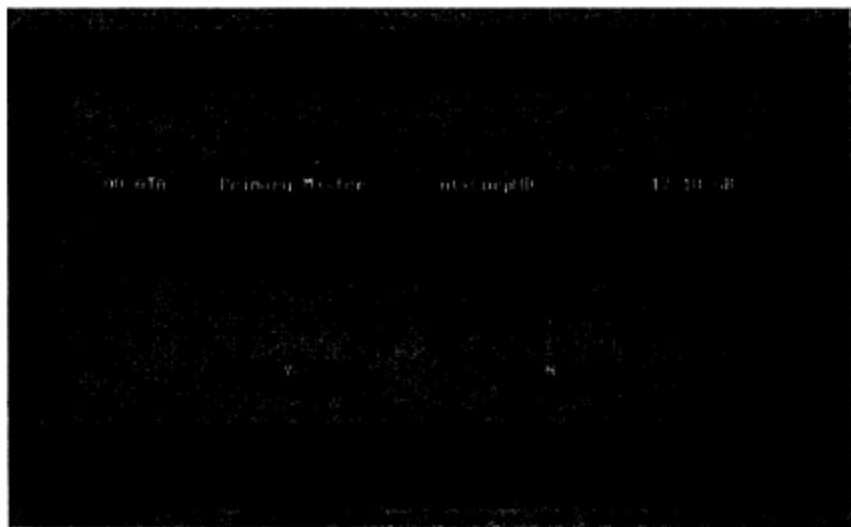

图9-29 DFT程序检测到的硬盘
**步骤 01** DFT程序运行后出现协议对话框, 直接按Enter键就可以开始检测硬盘, 接着就会出现一个硬盘列表, 列表里显示DFT程序检测到的硬盘。如图9-29所示。